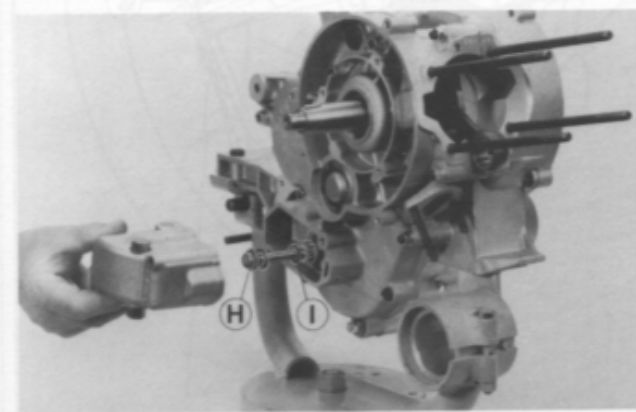

Fig. 102
**Fig. 102 - Supporto comando cambio** (veicoli versione con volante): ruotare l'albero motore e portare gli ingranaggi del cambio in posizione tale da permettere allo stelo «H» e alla bussola «I» la massima escursione, portare le due levette di comando nella posizione di folle, montare una nuova guarnizione sui piani di unione supporto cambio, innestare il pattino della levetta superiore sulla gola dello stelo della 3a e 4a velocità e il pattino della levetta inferiore sulla gola della bussola di comando 1a e 2a velocità quindi bloccare il supporto comando cambio con i due bulloni e relative rondelle.